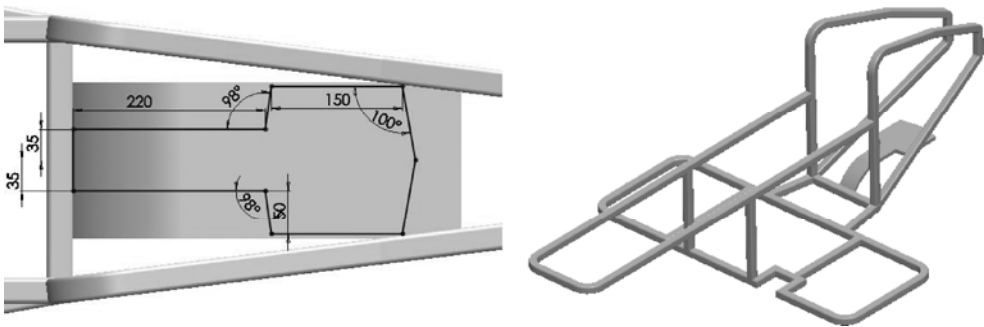

图 4-93 绘制草图并进行拉伸切除操作
STEP 6 在“前视基准面”中绘制一图 4-93 左图所示的草绘图形，并使用其进行拉伸切除操作，对 **STEP 5** 中创建的实体进行拉伸切除，切除出“前部垫板”，如图 4-93 右图所示。